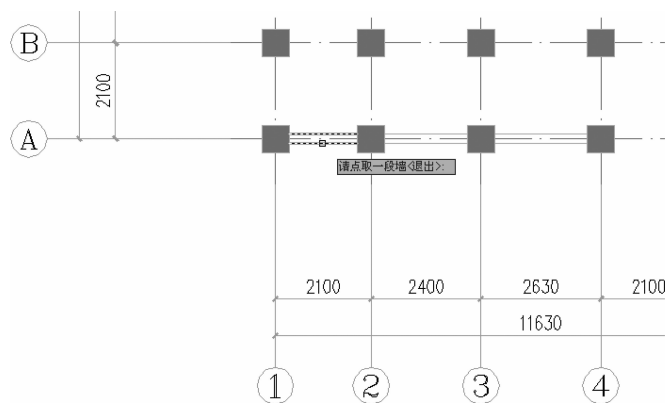
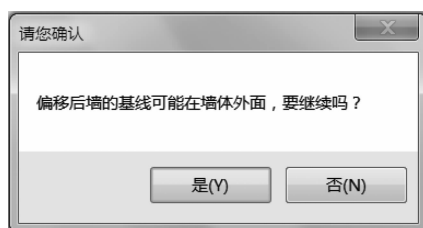

图 3-18 拾取一段墙体
图 3-19 “请您确认”提示框
(4)拾取一段墙体,即沿 A 轴位于 1 轴和 2 轴之间的墙体,如图 3-18 所示。同时弹出“请您确认”提示框,如图 3-19 所示。